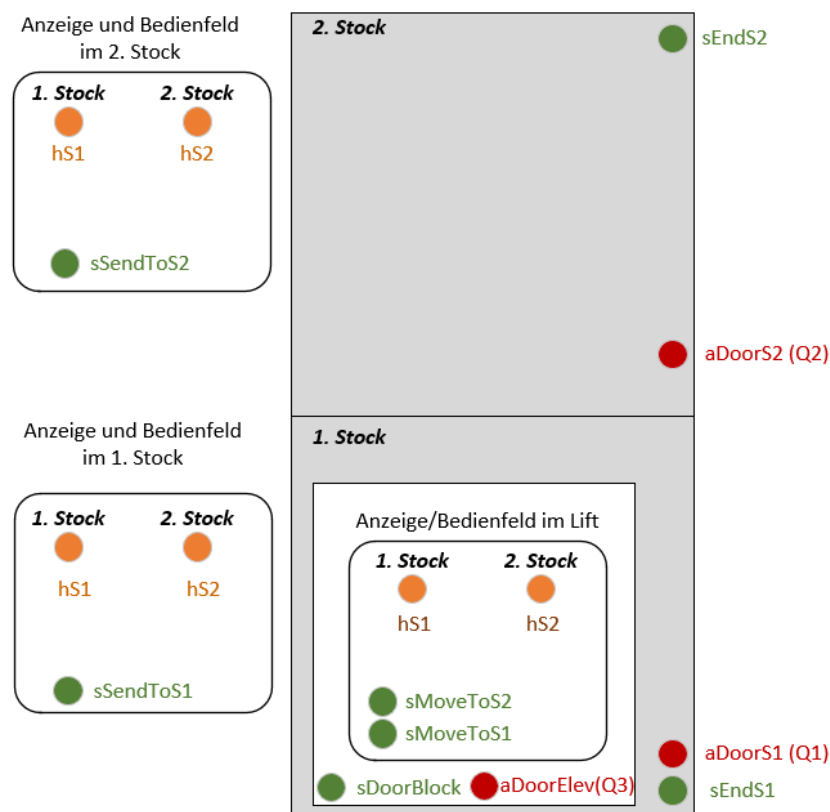

Abbildung 1: Skizze für Sensoren, Aktoren und Signalleuchten
- 8 Erstellen eine Visualisierung in Anlehnung an Abbildung 1